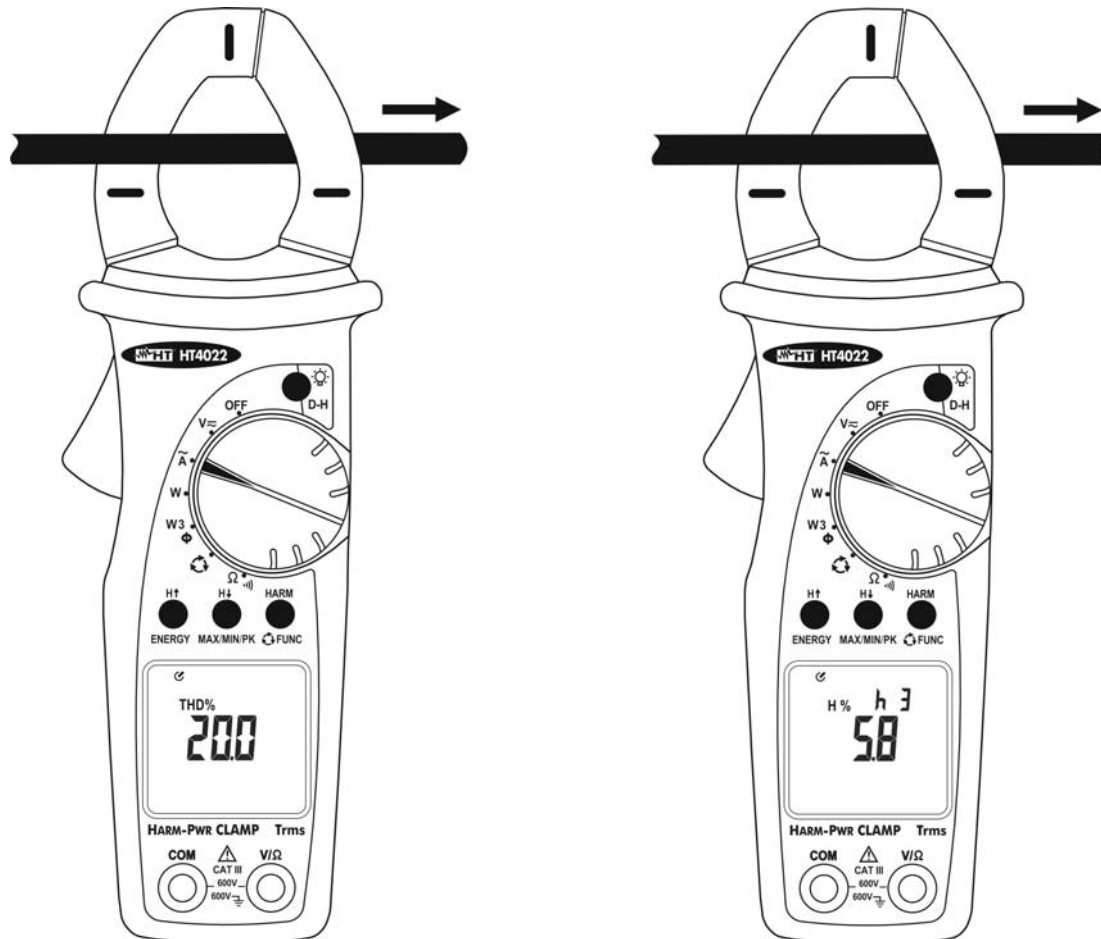

Fig. 10: Análisis armónico de la corriente
3. Abra el maxilar y engatille un único cable al centro del toroidal (ver § 4.1.2 y Fig. 10). El instrumento visualizará el símbolo “THD%” correspondiente a la medida porcentual de la Distorsión Armónica Total de la corriente en examen.